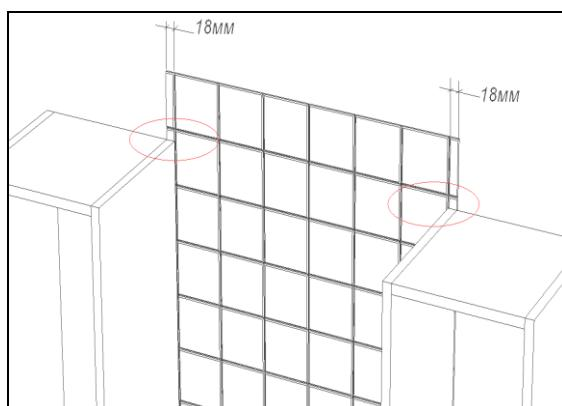
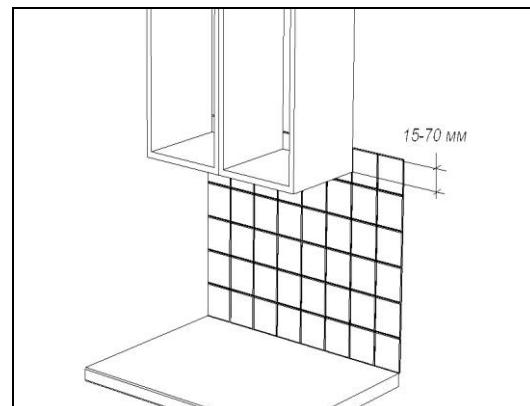

Рис. 3
Рис. 4
- Плитка на открытых участках кухонь, должна быть уложена в соответствии с проектом, подписанным в салоне-магазине. Налегание боковины шкафа на плитку не должно превышать 18 мм, что обеспечит крепление подвеса шкафа к монтажной шине (Рис. 3). Верхний край облицовки должен перекрываться нижней частью навесных шкафов, минимум, на 15 мм (Рис. 4).